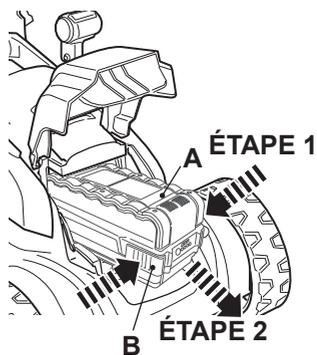

Fig. 11
- > Appuyez sur les deux boutons de déverrouillage (B) situés sur le boîtier de batterie.
- > Faites glisser le boîtier de batterie hors des contacts électriques (14b) (Fig. 11).